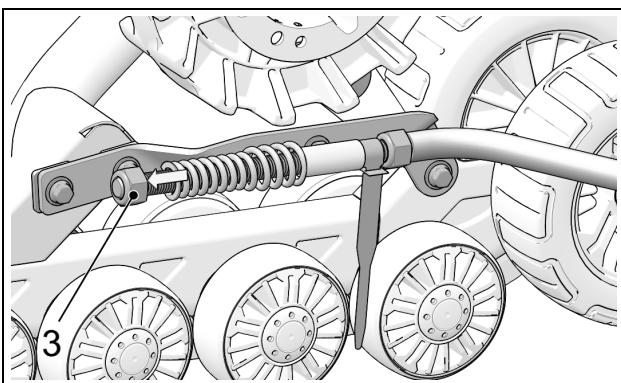

Abbildung 12
- Mutter (3), die die Feder der Stabilisierungsstange zusammendrückt, lösen. Siehe Abbildung 12.